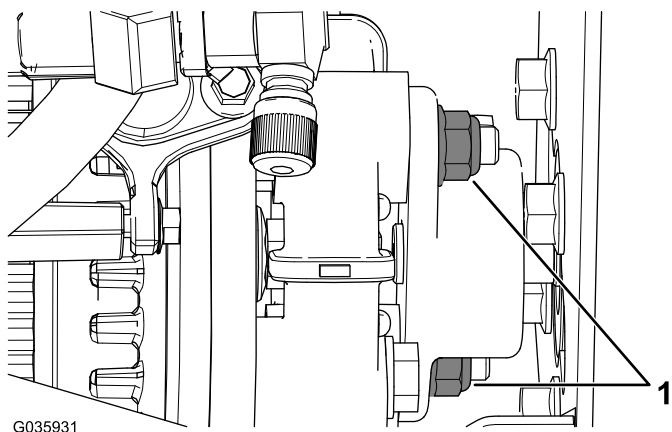

Figura 3
4. Retire as duas porcas flangeadas do encaixe da bomba hidráulica (Figura 3).